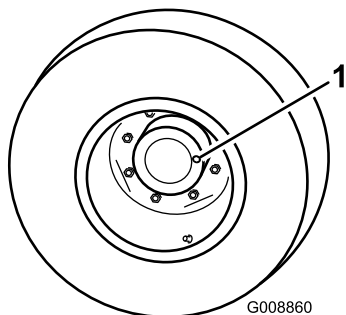

図 41
1. 平らな場所で、ホイールの点検/ドレン・プラグ 図 41 が時計の3時または9時の位置に来るように停止させる。
2. プラネタリに付いているプラグ 図 41 を抜く。ブレーキの後側で、プラグ穴の高さまで油量があればよい。